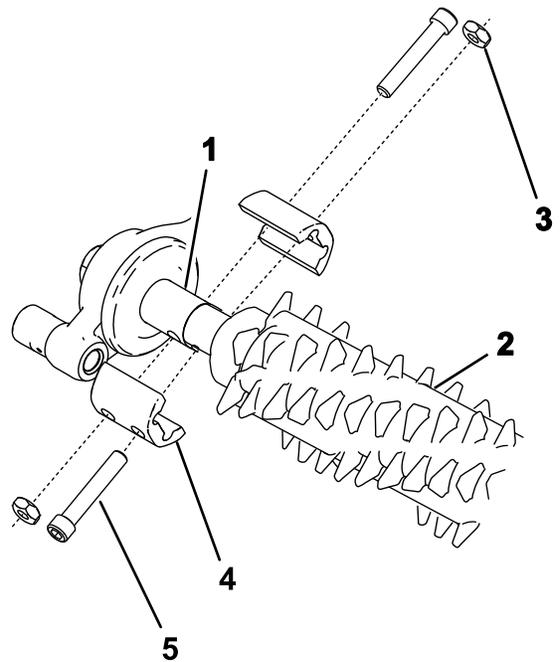

図 22
- グーマを、駆動ボックスとアイドルアセンブリとの間にセットする 図 22。
- 図 22のように、グーマをマシンに取り付けるボルトは軽く締めた状態にする。